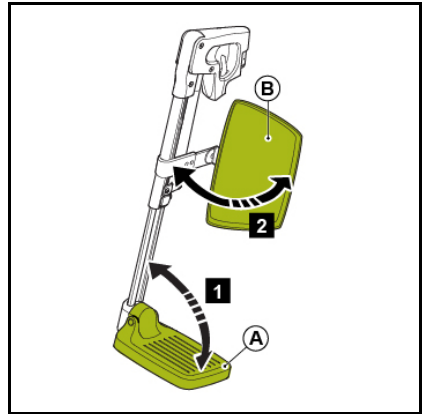

Figure 6.1
5. Rabattre les plaques des repose-pieds vers le haut (fig. 6.1).
6. Faire pivoter sur le côté les maintiens de mollets (le cas échéant) (fig. 6.1).